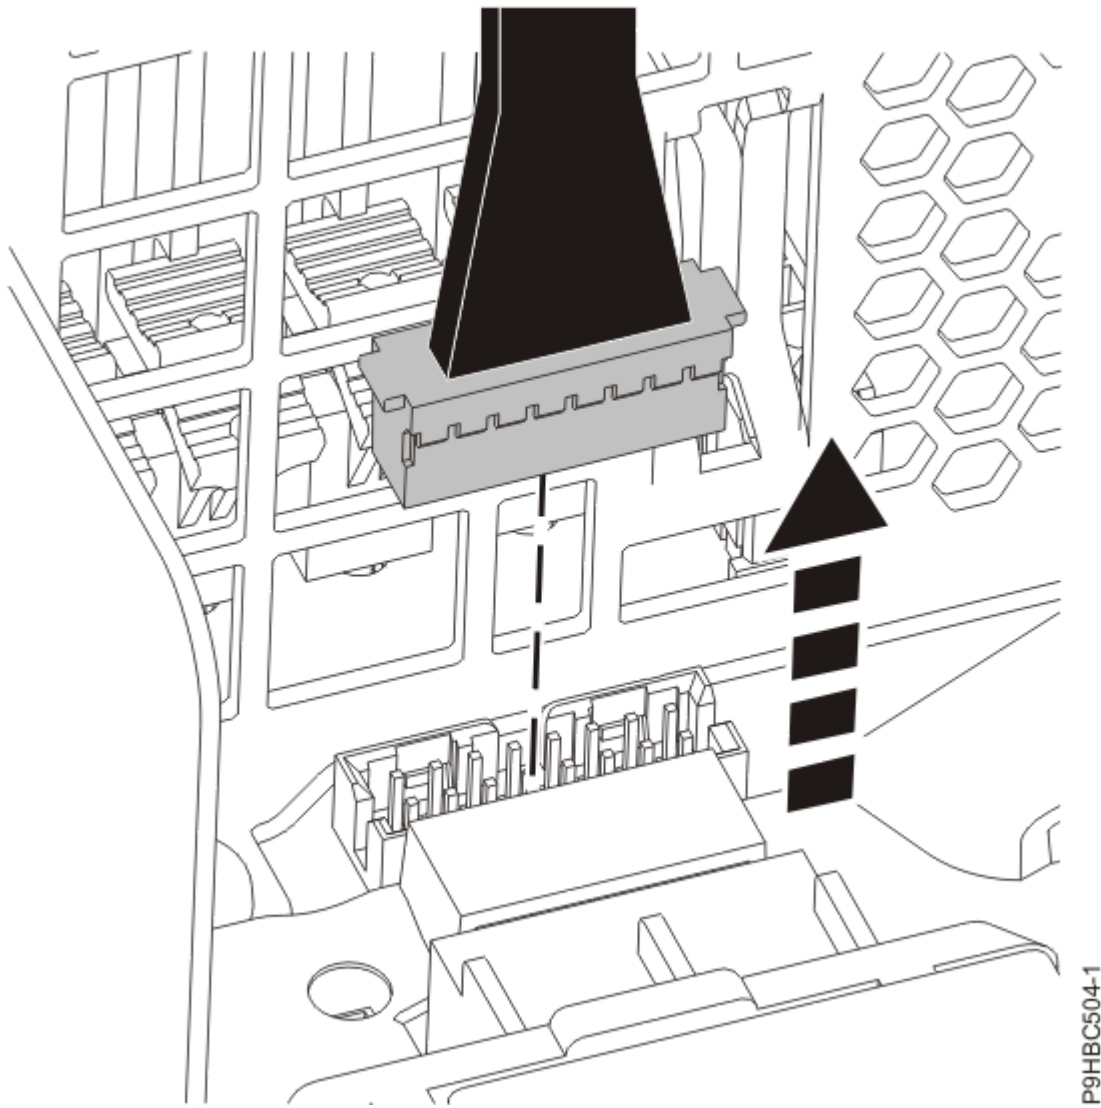

Abbildung 31. Steuerkonsolenkabel an der Systemrückwandplatine abziehen
3. Ziehen Sie das Steuerkonsolenkabel an der Systemrückwandplatine ab (siehe Abbildung 31 auf Seite 35).